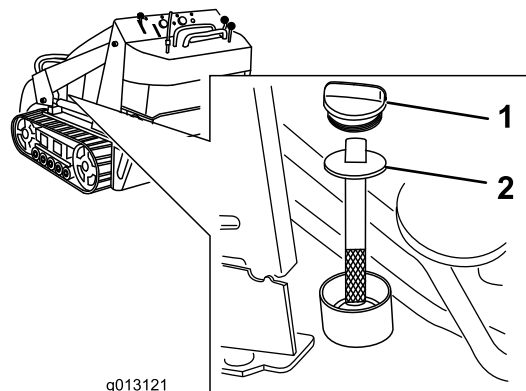

Figure 17
- Nettoyez la surface autour du goulot de remplissage du réservoir hydraulique (Figure 17).
- Enlevez le bouchon du goulot de remplissage et vérifiez le niveau de liquide sur la jauge (Figure 17).